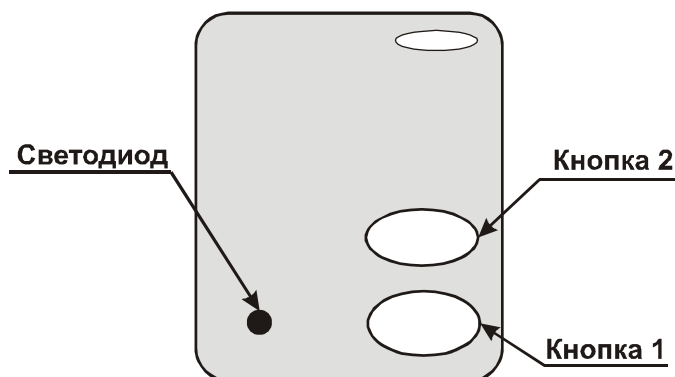

Рис. 12 Радиобрелок.
- С помощью радиобрелока, который представляет собой миниатюрный радиопередатчик (см. рис.12).